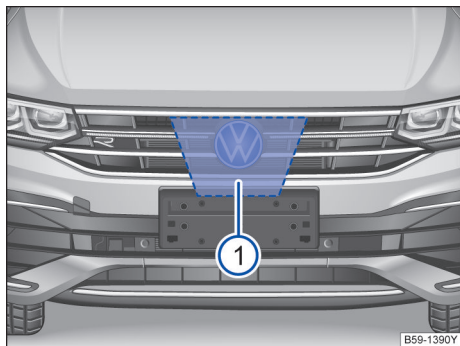

图 139 VW 标志后方的散热器格栅内：雷达传感器
VW 标志后方的散热器格栅内安装了一颗雷达传感器→图 139①，用于监测交通状况，可探测距本车约 100m 范围内的前方车辆行驶状况。